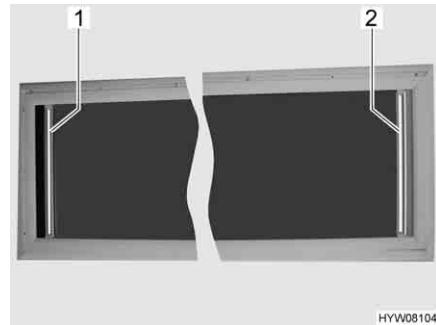

Fig. 65 Finestra apribile sul tetto
- Afferrare la tendina oscurante pieghevole (Fig. 65,2) per la parte centrale della barra di presa, estrarla e rilasciarla nella posizione desiderata. La tendina oscurante pieghevole rimane in questa posizione.
- Afferrare la tendina oscurante pieghevole (Fig. 65,2) per la parte centrale della barra di presa e spingerla lentamente nella posizione iniziale.
- Afferrare la zanzariera a rullo per la parte centrale della barra di presa (Fig. 65,1) ed estrarla, fino a quando non si trova in contatto con la tendina oscurante pieghevole (Fig. 65,2).
- Tirare la barra di presa (Fig. 65,1) della zanzariera a rullo dietro, verso l'alto, e sganciare dalla barra di presa della tendina oscurante pieghevole.